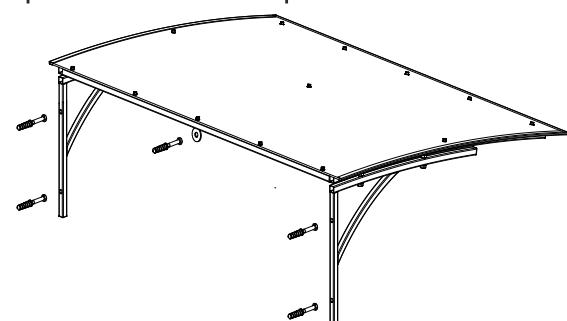

Рис.6
-1 отверстие будет располагаться горизонтально (приваренная к рамке 1 круглая шайба). Рис.6.
- 4 отверстия (по 2 в каждом кронштейне) будут располагаться вертикально. Рис.6.